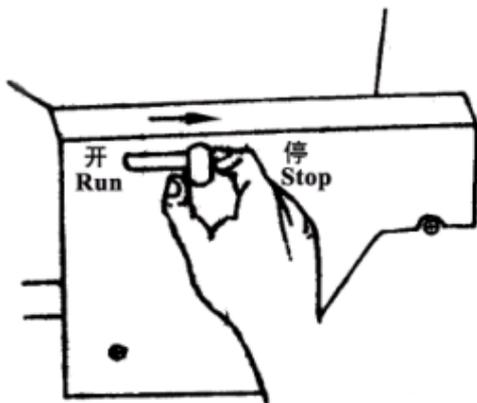

Рис. 14 Ручка управления скоростью
2. Переведите ручку управления скоростью в положение STOP, что приведет к остановке двигателя. См. рис. 14.